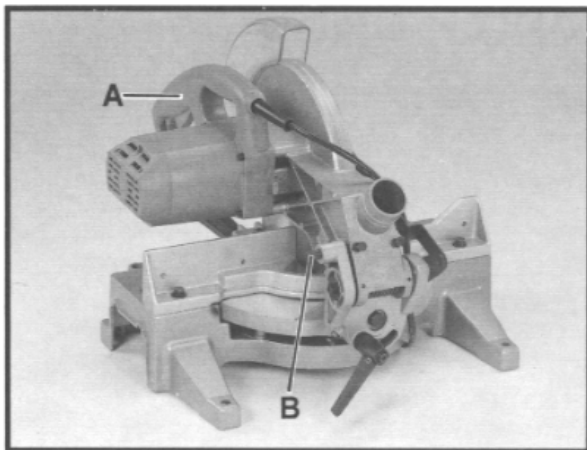

Fig. 6
1. Die Gehrungssäge an Griff (A), Fig. 6, nach unten drücken und den Verriegelungsstift (B) lösen.